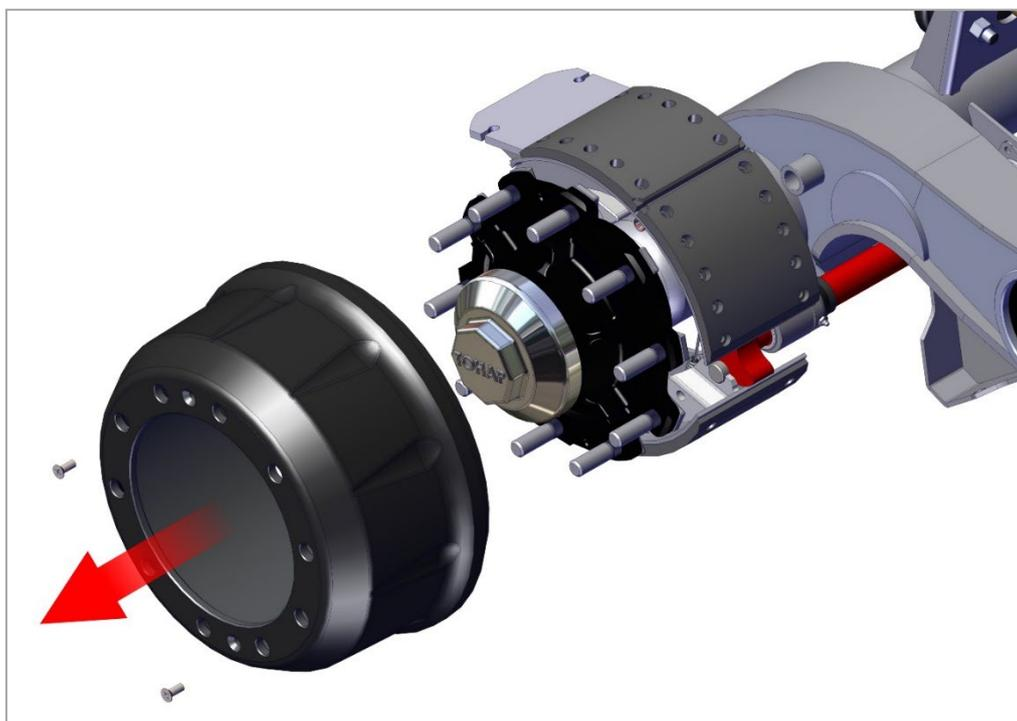

Рис. 17. Снятие барабана.
2) Снимите барабан, как показано на рис. 17.